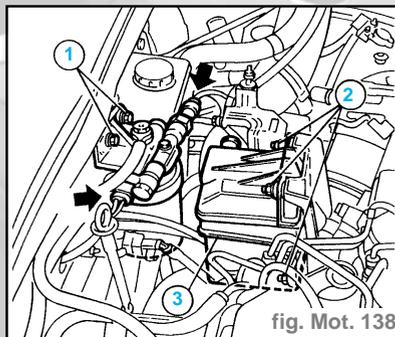

fig. Mot. 138
- Débrancher les connexions électriques indiquées par les flèches, dévisser les vis de fixation (1) ensuite enlever et déplacer le filtre sans débrancher les canalisations de carburant (fig. Mot. 138).